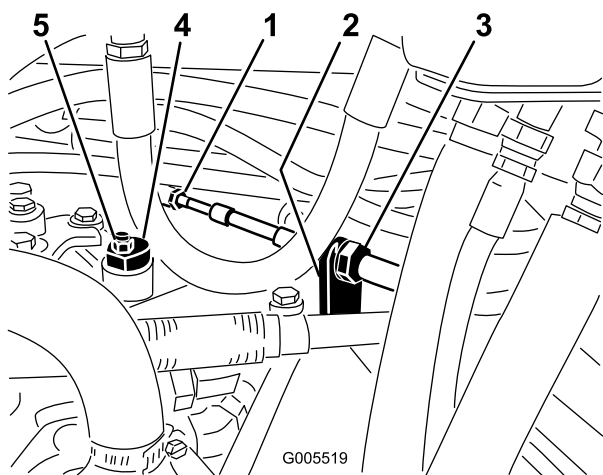

図 52
- A. 走行ケーブルを油圧トランスミッションのバルクヘッドに取り付けているジャムナット（図 52）を両方ともゆるめる。ジャムナットは調整ができるよう十分に、また均等にゆるめること。
注 偏芯ナットをトランスミッション上部に止めているナット（図 52）をゆるめる。
- C. どちらにも車輪が回らないように偏芯ナットを回して調整する。調整ができたなら固定ナットを締める（図 52）。スロットル SLOW および FAST 位置で調整が正しいことを確認する。
を固定する（図 52）。ケーブルをねじらないように注意すること。